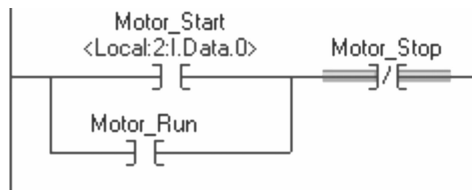

图 6-18
9. 单击“确定”(OK)，关闭并将所做更改应用到标签 Motor_Start；如图 6-18 所示。